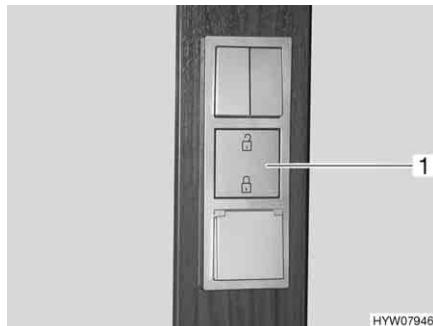

Fig. 88 Interruttore chiusura centralizzata per sportelli e cassetti
La chiusura centralizzata degli sportelli e dei cassetti viene azionata mediante il tasto centrale (Fig. 88,1) nel blocco dei tasti inferiore.
Sbloccaggio: ■ Premere il tasto (Fig. 88,1) nella parte superiore. Gli sportelli e i cassetti del blocco cucina sono sbloccati.
Bloccaggio manuale: ■ Premere il tasto (Fig. 88,1) nella parte inferiore. Gli sportelli e i cassetti del blocco cucina sono bloccati.
- Premere il tasto (Fig. 88,1) nella parte superiore.